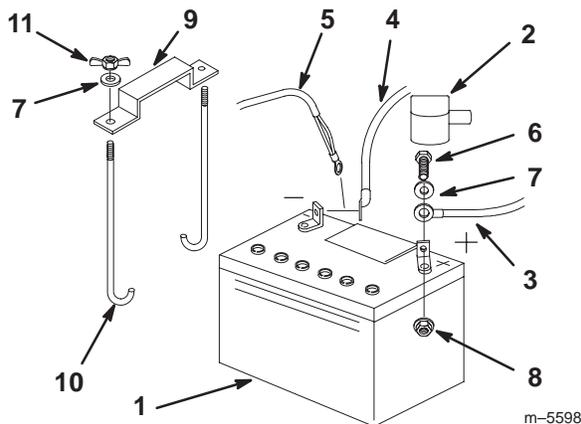

Bild 66
1. Legen Sie die Batterie in den Ständer, wobei die Klemmen zum Motor weisen (Bild 66).
4. Befestigen Sie die Kabel mit zwei Schrauben (1/4 x 3/4 Zoll), Scheiben (1/4 Zoll) und Klemmmuttern (1/4 Zoll) (Bild 66).
6. Befestigen Sie die Batterie mit J-Schrauben, Klemmen, 2 Scheiben (1/4 Zoll) und 2 Flügelmutter (1/4 Zoll) (Bild 66).
4. Klemmen Sie zunächst das Minuskabel und den Erdungsdraht vom Minuspol (-) der Batterie ab (Bild 66).
6. Ziehen Sie dann das (rote) Pluskabel ab (Bild 66).
7. Entfernen Sie beide Flügelmutter (1/4 Zoll), mit denen die Batterieschelle befestigt ist (Bild 66).